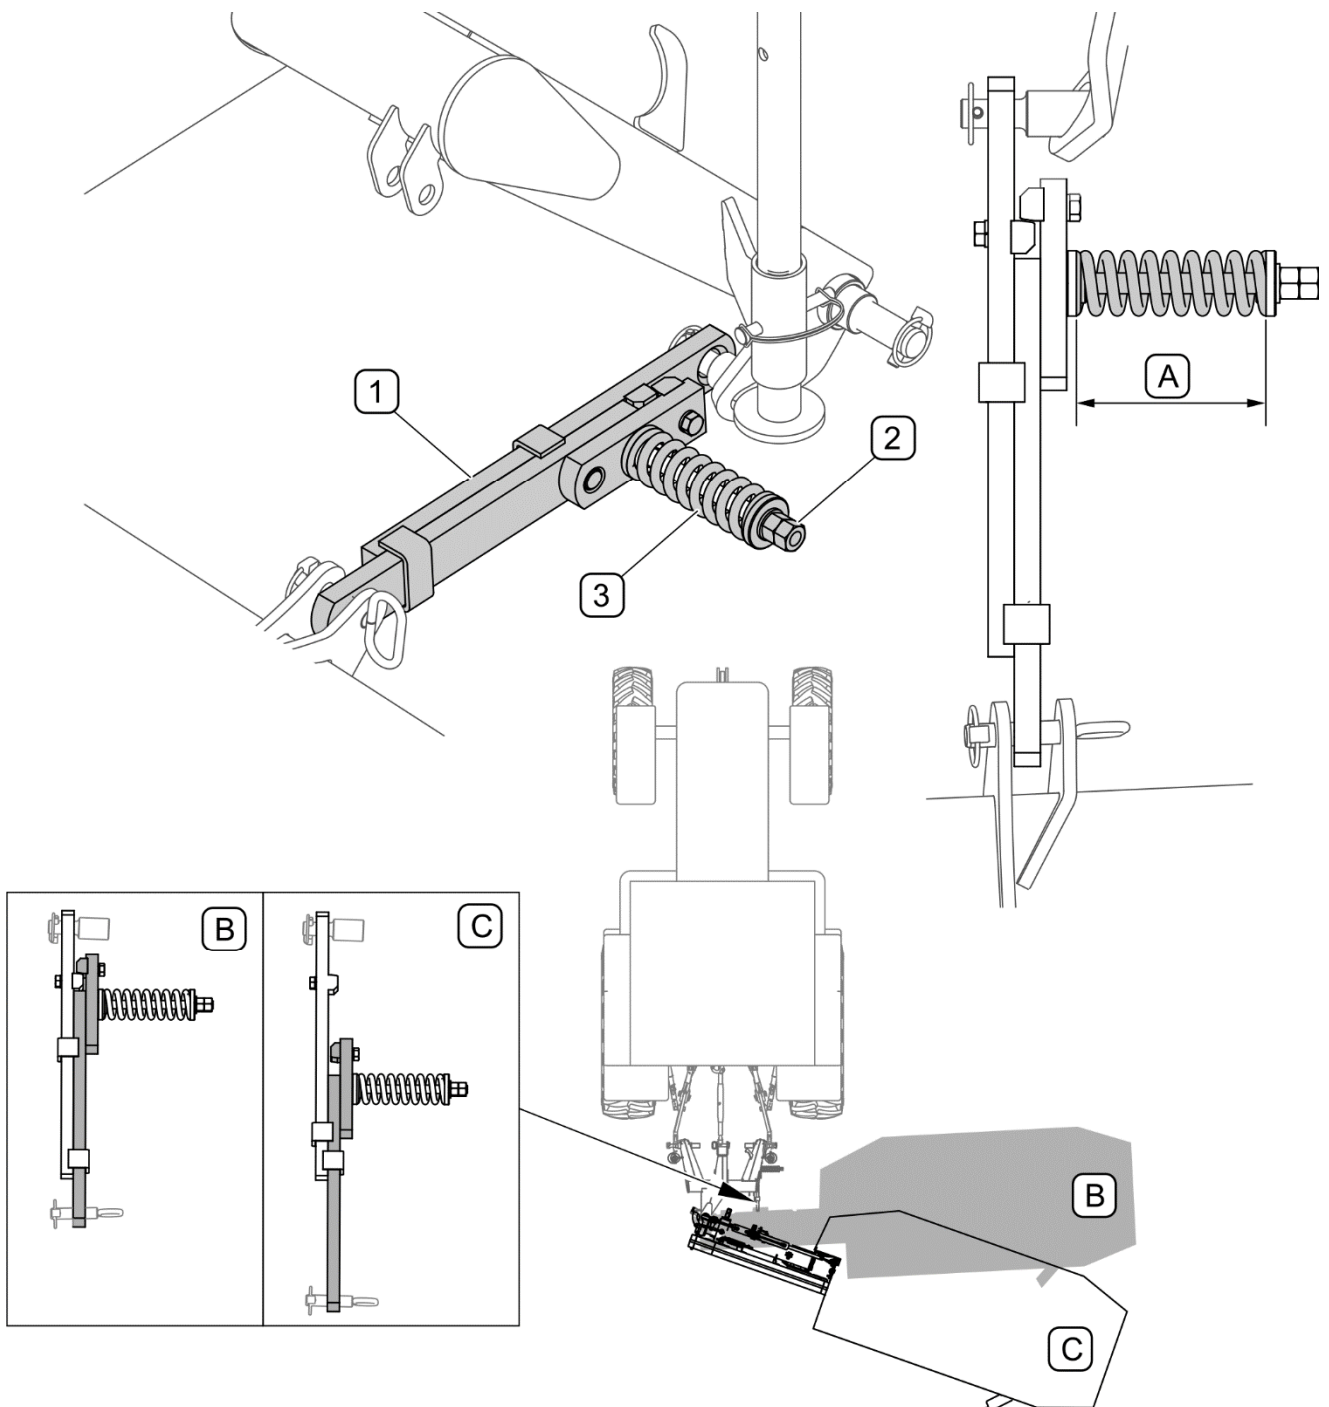

ABBILDUNG 4.14 Sicherung
Das Mähwerk PDK220 ist mit einer Sicherung ausgerüstet, die die Maschine Schäden durch Auffahren auf ein Hindernis schützt (ABBILDUNG 4.14). Wenn man auf ein Hindernis trifft, neigt sich der Tragarm mit dem Schneidwerk nach hinten (C). In solch einem Fall muss der
Die Sicherung (ABBILDUNG 4.14) ist werkseitig so eingestellt, dass die Länge der zusammengedrückten Feder (3) $A=132\text{ mm}$ beträgt. Falls die Sicherung zu oft ausgelöst wird, kann mithilfe der Mutter (2) das Maß (A) der Feder um 1 - 2 mm geändert werden.